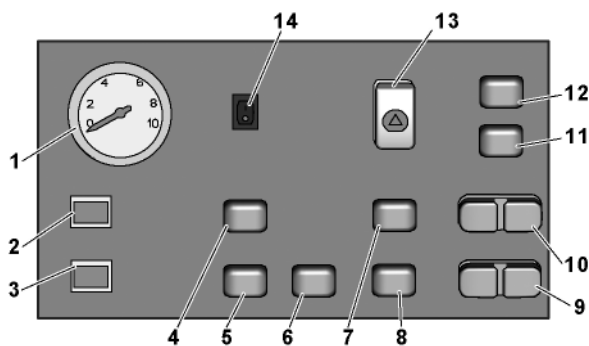
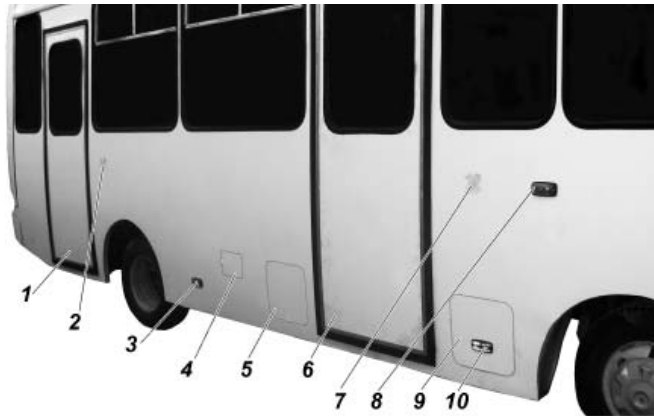
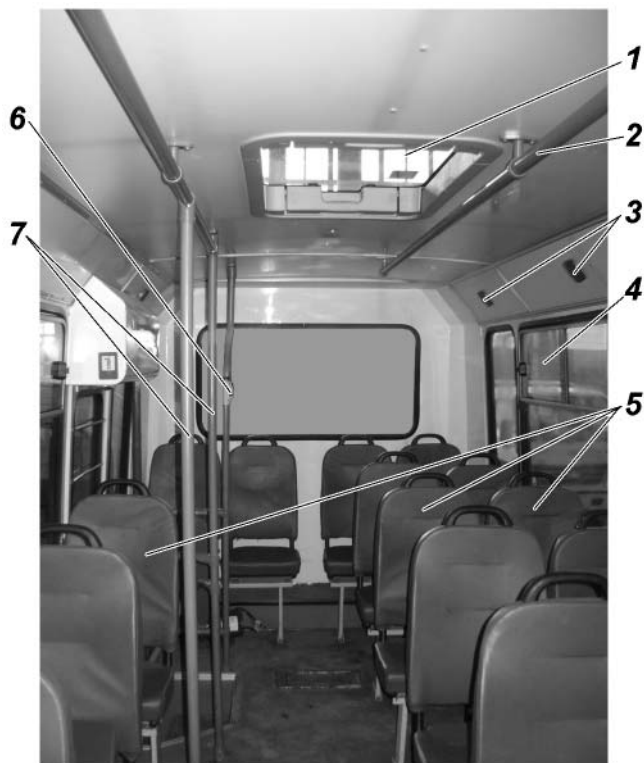

Рис. 3.8. Центральная панель выключателей
Рис. 3.11. Кнопки аварийного открывания дверей и технологические люки:
Рис. 3.18. Оборудование салона:
**15 - центральная панель выключателей (рис. 3.8);**
- при открывании дверей (передней или задней) водителем, нажатием соответствующих кнопок на панели выключателей 9 или 10 рис. 3.8, при этом загорается лампа на соответствующей кнопке;
- при нажатии аварийных кнопок открывания двери 2, 7 рис. 3.11 и рис. 3.12, при этом будут гореть постоянно лампы на кнопках 9,10 рис. 3.8 и работать зуммер (сигнал), пока не закроются двери;
- при требовании остановки пассажирами, нажатием кнопки на поручне 6 рис. 3.18, при этом лампы на кнопках 9 или 10 рис. 3.8 мигают до открытия дверей, и работает зуммер (сигнал) во время нажатия кнопки.
На рис. 3.8 изображена центральная панель выключателей:
Кузов автобуса имеет две двери по правому борту, открывающиеся наружу (рис. 3.11). Управление этими дверьми электрическое, при помощи выключателей, расположенных
на центральной панели выключателей (рис. 3.8), с сигнализаторами открытия дверей.
Аварийное открывание дверей автобуса осуществляется кнопками 2, 7 (рис. 3.11), расположенными снаружи на боковине возле каждой двери и кнопкой, закрытой защитной пленкой, внутри салона над дверью (рис. 3.12).
Для доступа к пробке топливного бака откройте лючок 4, расположенный на правой боковине (рис. 3.11).
Плафоны 3 (рис. 3.18) внутреннего освещения салона включаются и выключаются кнопками 5 и 6 (рис. 3.8) на центральной панели выключателей. Освещение места водителя включается кнопкой 4.
Для удобства входа и выхода пассажиров в проемах дверей установлены поручни и опоры для рук 2 и 7 на рис. 3.18. Также в проемах дверей установлены ограждения. Поручни имеют контрастную окраску.
В салоне автобуса установлено девять двухместных пассажирских сидений и три одноместных пассажирских сидений 5 (рис. 3.18). Сиденья нерегулируемые, мягкие: состоят из каркаса, подушки, спинки. Поручни спинки сидений установлены на сиденьях, расположенных только вдоль прохода.